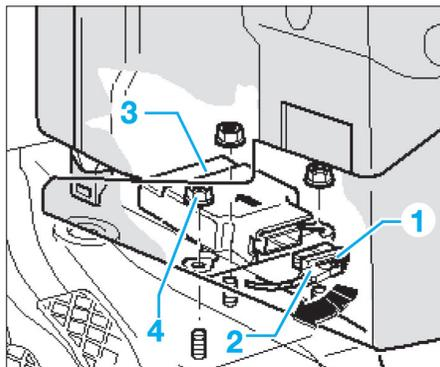

Fig. 18
- Depuis le plancher, côté passager avant, ouvrir le verrouillage (1) du connecteur (2) (Fig.18).